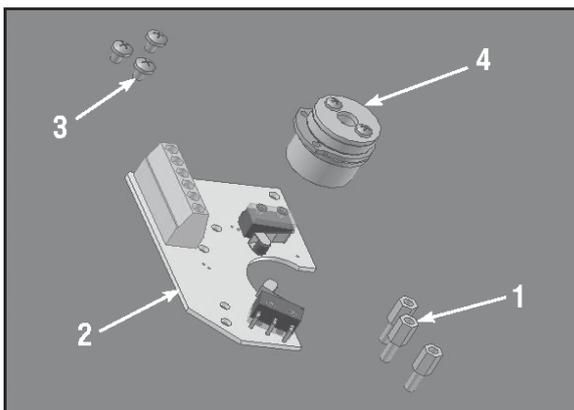

Figura 5: Interruptores de límite
9.3 Instalación (Figura 5)
1. Aflojar los dos tornillos de la paleta (4), figura 5.
6. Apretar los dos tornillos de la paleta (4), figura 5.